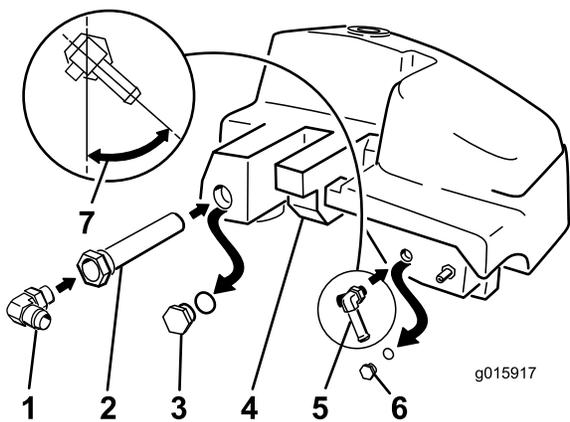

図 9
4. 小さい方のプラグを取り外したところに、小さい 90 度 T 字フィッティングバンプ付きを取り付ける 図 9。